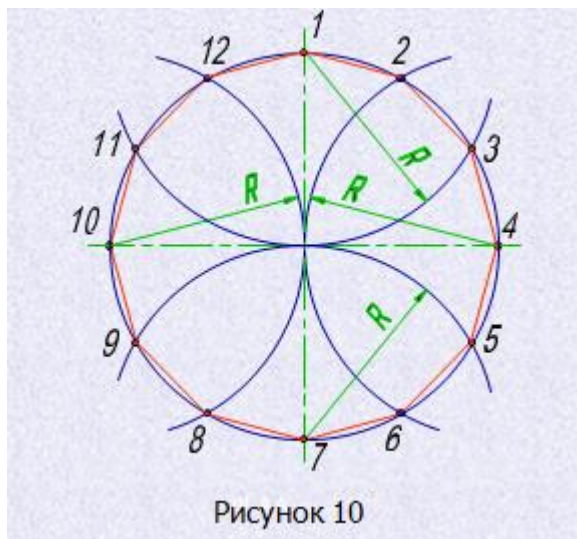

Рисунок 10
**Деление окружности на двенадцать равных частей и построение правильного вписанного двенадцатиугольника (рис.10).**
При делении окружности циркулем из четырех концов двух взаимно перпендикулярных диаметров окружности проводят радиусом, равным радиусу данной окружности, дуги до пересечения с окружностью (рис.10). Соединив последовательно полученные точки пересечения получают правильный вписанный двенадцатиугольник.